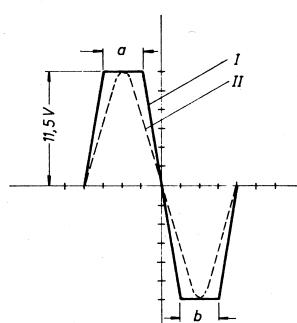

Bild 3 Symmetrierung der Amplitude nach Abs. 2.7.1
2.7.1 Verstärker nach Abs. 2.4 bzw. 2.6 aussteuern. Eingangsspannung etwas erhöhen, bis sich am Ausgang des Verstärkers ein Oszillosrogramm nach Kurve I / Bild 3 ergibt. (Verstärker ist übersteuert).
2.7.2 Mit Einstellregler R 226 (Punkt (f) Bild 9) Amplitude symmetrieren, so daß die Abstände „a“ „b“ der Kurve I in Bild 3 gleich sind.
2.7.3 Eingangsspannung wieder verringern und gleichzeitig mit R 226 Symmetrie der Amplitude aufrecht erhalten, bis verzerrungsfreie Sinuskurve (Kurve II, Bild 3) sichtbar wird. **Achtung!** Verzerrung muß bei Übersteuerung an beiden Schwingungshälften gleichzeitig einsetzen.